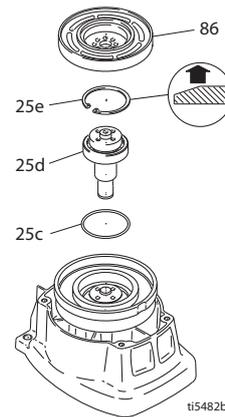

Fig. 6
- 7 Fig. 6. Retire el anillo de retención (25e).
- 1 Fig. 6. Revise la junta tórica (25c) y reemplácela si estuviera dañada o si faltase.